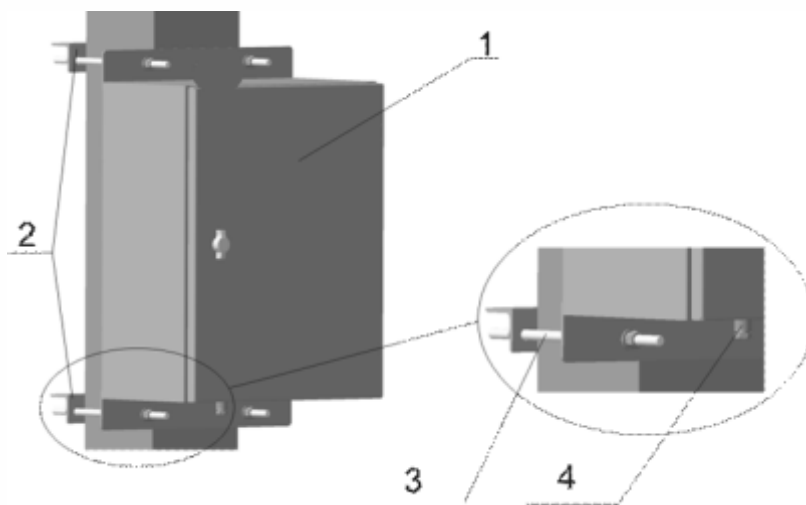

Рисунок 16
- ✓ Установить шкаф ШУ на требуемой высоте и закрепить его с помощью 2-х крепежных уголков ИЮУР 745222.139 (поз. 2, рис. 16) и 4-х монтажных шпилек ИЮУР 711111.006 (поз. 3, рис. 16), входящих в монтажный комплект.
✓ Произвести соединение корпуса ШУ с заземляющим устройством. Заземляющий провод присоединяется к бобышке на корпусе ШУ (поз.4, рис. 16) с помощью болта М10. **ВНИМАНИЕ!** Провод заземления в комплект поставки не входит.